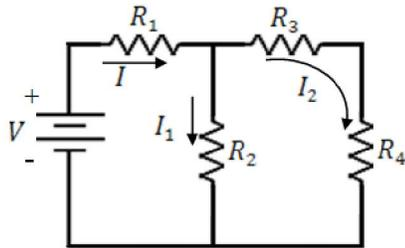

Figura 5.3. Circuito resistivo serie-paralelo
a).- Construya el circuito de la figura 5.3, con  $V = 15 \text{ volts}$  y seleccione las resistencias para que estén dentro del rango de  $2K\Omega \leq R_{Total} \leq 900K\Omega$ , todas las resistencias deben tener diferente valor. Mida el voltaje, corriente de cada resistencia del circuito y llene la tabla 5.7